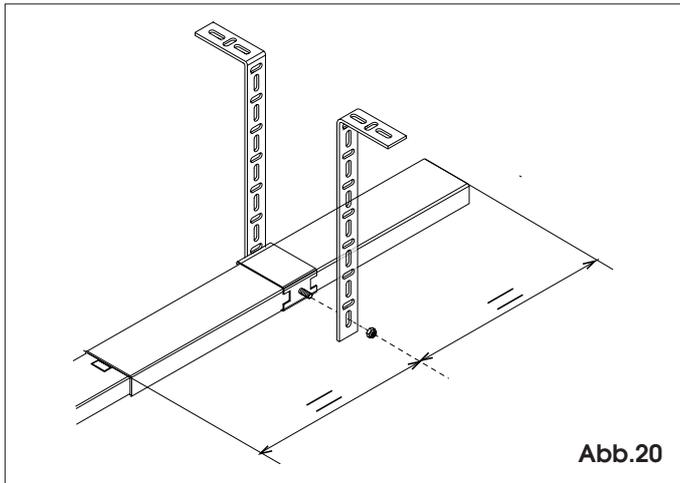

Abb.20
7.15 Wird eine zentrale Führungsschiene verwendet, sind die Bügel vorzuformen, mit der Mutter zu befestigen und an der Decke anzubringen (Abb.20).